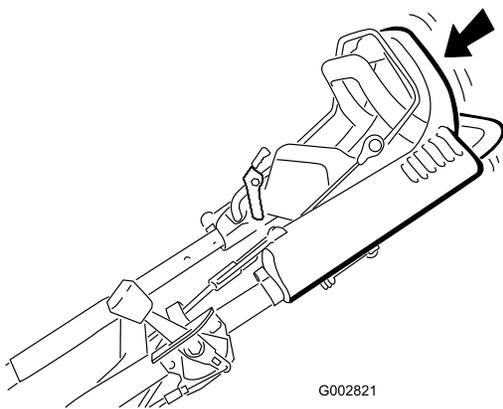

Figure 17
1. Pour actionner l'autotraction, il vous suffit d'avancer, les mains posées sur la partie supérieure du guidon (Figure 17) et les coudes serrés ; la tondeuse avance automatiquement à votre rythme.